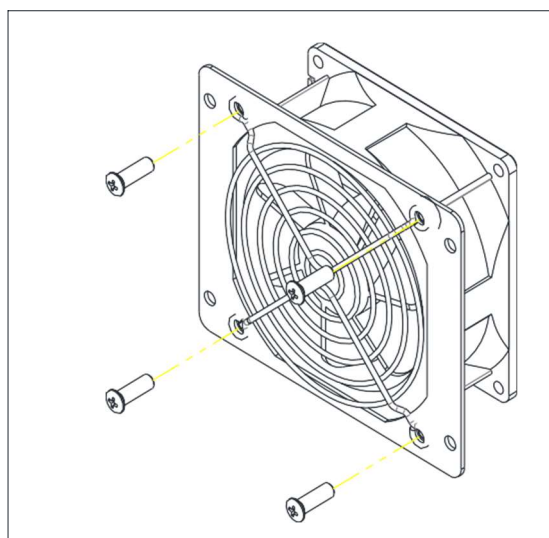

Figura 7-3 Sustitución de los ventiladores de refrigeración
3. Utilice un destornillador Phillips n.º 2 para retirar los 4 tornillos que fijan cada ventilador. (Figura 7-3)